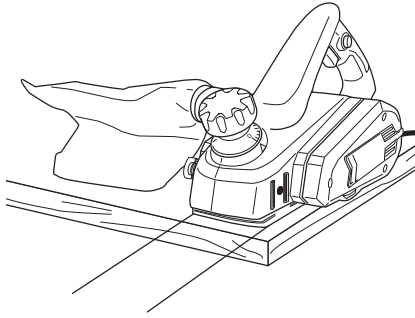

Fig. 12
- > Réglez la profondeur de coupe souhaitée. Il est préférable d'utiliser de petites profondeurs et de répéter le processus de rabotage (Fig. 12).